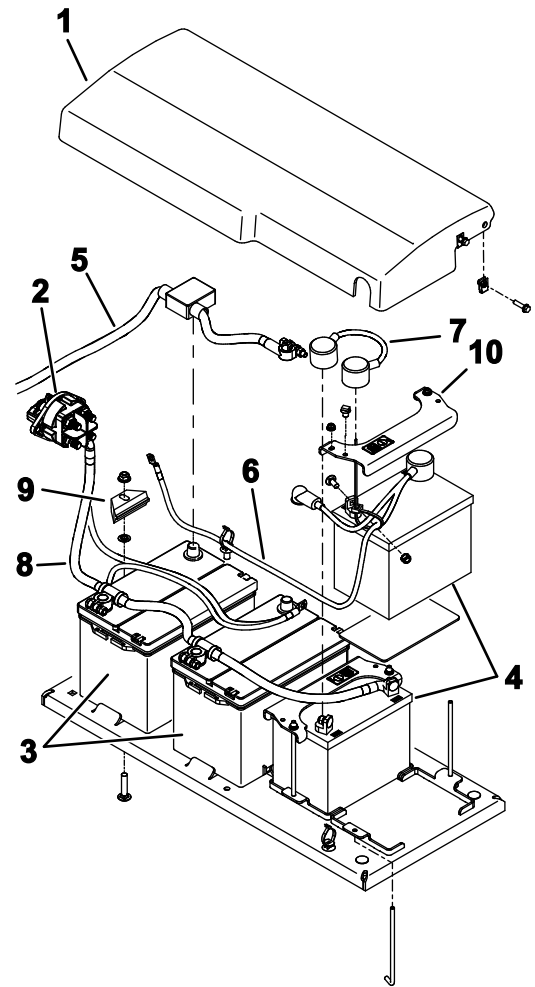

Figura 110
6. Rimuovete i dispositivi di fissaggio che fissano il coperchio della batteria alla macchina e rimuovete la copertura (Figura 110).
9. Rimuovete attentamente le batterie dalla macchina (Figura 110).
1. Fissare le batterie con i dispositivi di fissaggio (Figura 110).